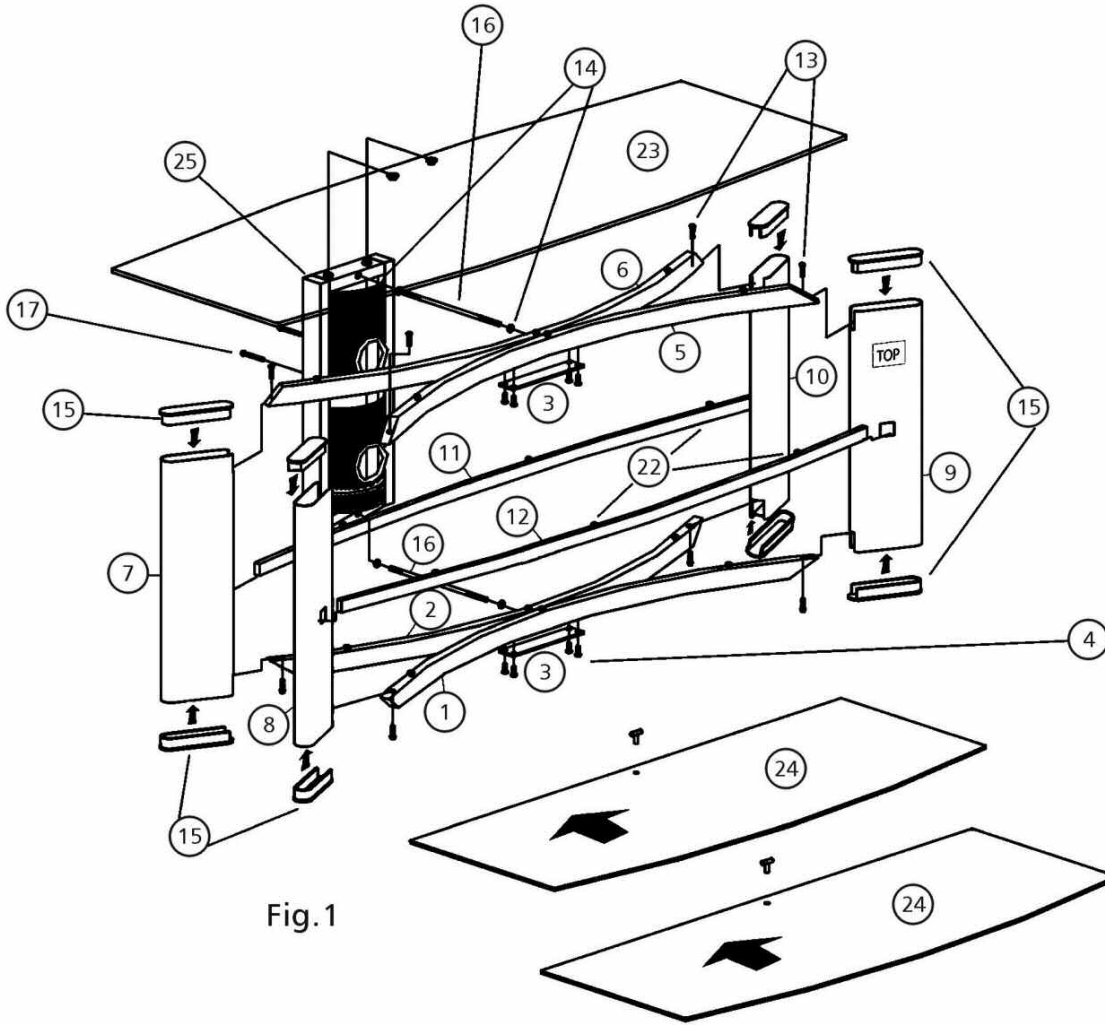

Fig. 1
12. Les barres de cadre SUPÉRIEURES ET INFÉRIEURES présentent un trou ARRIÈRE au milieu, à l'endroit où les barres AVANT et ARRIÈRE se touchent. Depuis l'ARRIÈRE, POSER une rondelle (14) sur le trou des barres de cadre SUPÉRIEURES. Avec la CLÉ PLATE, VISSER le bout fileté court de la LONGUE barre d'attache (16) à travers l'ARRIÈRE de la barre de cadre SUPÉRIEURE et dans la barre de cadre SUPÉRIEURE AVANT jusqu'à ce quelle soit bien serrée. RÉPÉTER cet assemblage de barre d'attache (16) sur les barres de cadre INFÉRIEURES.
13. POSER une rondelle (14) sur le bout libre des LONGUES barres d'attache (16). PLACER le côté ouvert du cadre passe-fil CMS® (25) vers l'ARRIÈRE, avec les deux trous de vis au SOMMET du cadre CMS® tournés vers le haut. ENFILER le cadre CMS® sur les bouts des LONGUES barres d'attache (16) jusqu'à l'appuyer contre la barre de support du plateau central ARRIÈRE (11). FIXER l'arrière du cadre passe-fil CMS® (25) à la barre de support avec des vis de 1/4" x 60 mm (17). NE PAS ENCORE SERRER À FOND.
14. ATTACHER les LONGUES barres d'attache (16) à l'arrière du cadre CMS® avec des vis à bout OUVERT de 1/4" x 16 mm (18).
15. REVENIR EN ARRIÈRE et SERRER COMPLÈTEMENT le cadre CMS® au cadre du meuble et la plaque (3) aux deux barres de cadre supérieures.
17. POSER des tampons d'appui (22) à gauche, au milieu et à droite sur le dessus des barres de support des plateaux INFÉRIEUR, SUPÉRIEUR et CENTRAL, comme sur la Fig. 1.
18. POSER le plateau SUPÉRIEUR (le plus grand) (23) sur les barres SUPÉRIEURES, avec les deux disques argentés placés vers l'arrière et dans les trous sur le dessus du cadre CMS® (25). ATTACHER les disques argentés au cadre CMS® avec les vis 1/4" x 25 mm (19).
19. AVEC PRÉCAUTION, poser les petits plateaux (24) sur les cadres de support INFÉRIEUR et CENTRAL, avec les trous des plateaux placés vers l'ARRIÈRE. INTRODUIRE les plateaux dans les rainures du cadre CMS®. VERROUILLER les plateaux en place avec les broches en T (20) à travers les trous à l'arrière des plateaux.
1. COLOQUE las barras del soporte INFERIOR (1) y (2) en POSICIÓN INVERTIDA con los dos orificios de la parte de abajo orientados hacia arriba y los orificios del centro de los lados ALINEADOS.
**IMPORTANTE:** Las barras de soporte FRONTAL (1) y (5) poseen un orificio en el lado trasero de la barra y NO en el lado frontal de la barra. Las barras de soporte TRASERO (2) y (6) poseen un orificio que atraviesa completamente las barras. Si están correctamente posicionados, los orificios estarán ALINEADOS cuando las barras se encuentren unidas entre sí. **OBSERVE QUE LA DIRECCIÓN DE LA INCLINACIÓN EN LOS EXTREMOS DE LAS BARRAS SEA LA ADECUADA DURANTE EL ENSAMBLAJE, SEGÚN SE MUESTRA EN LA FIG. 1.**
2. UNA SIN APRETAR una placa plana (3), con los orificios de los tornillos empotrados orientados hacia arriba, a las dos barras de soporte inferior, utilizando tornillos de cuello alto de 1/4" x 15 mm (4).
3. REPITA este ensamblaje con las barras de soporte SUPERIOR (5) y (6). **OBSERVE QUE LA DIRECCIÓN DE LA INCLINACIÓN EN LOS EXTREMOS DE LAS BARRAS SEA LA ADECUADA DURANTE EL ENSAMBLAJE, SEGÚN SE MUESTRA EN LA FIG. 1.**
4. GIRE las barras de soporte INFERIOR para que la placa (3) se apoye sobre el piso.